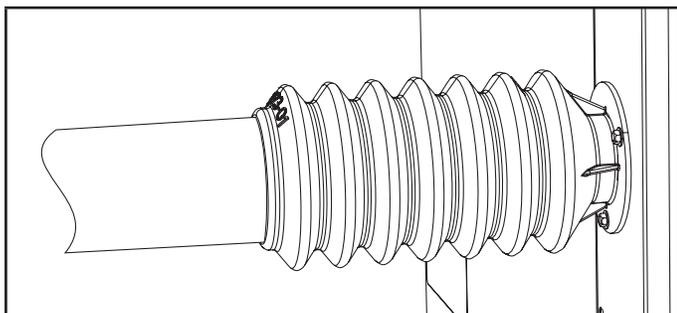

FIGURE 6. Installez de l'Armaflex sur l'extrémité du manchon et serrez.
- 4 - Installez un morceau d'Armaflex fourni sur place sur le collier et l'extrémité du manchon de connexion du jeu de conduites pour éviter la condensation (voir figure 6).